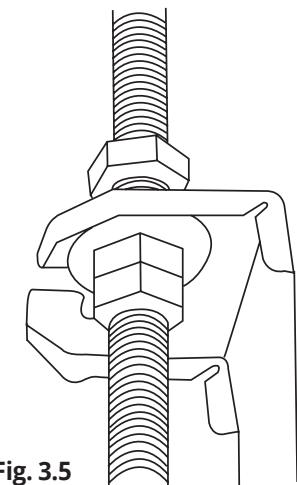

Fig. 3.5
- Montati unitatea interioara. La acest pas este nevoie de 2 persoane. Introduceti carligele de sustinere in spatiile speciale de pe unitate interioara si fixati-le cu ajutorul saibelor si piulitelor disponibile. (fig 3.5).